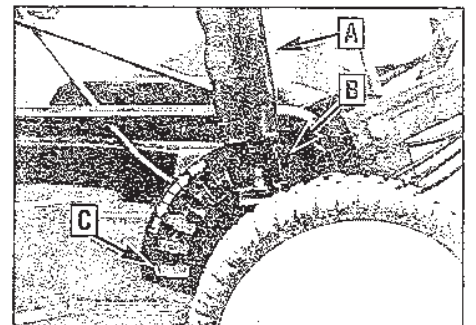

Figure 4-5: Réglage de la hauteur de coupe.
- a. Pour régler la hauteur de coupe, tirez le Levier de hauteur de coupe (A, Figure 4-5) à l'opposé de la tondeuse pour libérer la patte de la fente. Tenez fermement le levier pour empêcher le capot de la tondeuse de descendre brusquement.
- b. Tout en tirant le levier loin de la tondeuse, déplacez le levier vers l'arrière de la tondeuse (B, Figure 4-5) pour une coupe plus haute ou vers l'avant de la tondeuse (C) pour une coupe plus basse.